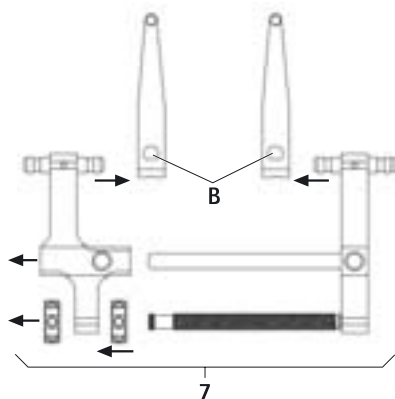

Fig. 2
- Démontage du distracteur 7 avec les lames de distraction, voir Fig. 2: actionner le poussoir B et retirer la lame de distraction FW239R.